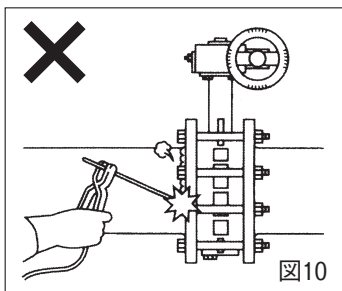

図10
- ⊘** R. バルブを取り付けてからのフランジ溶接は絶対に避けてください。ゴムシートが損傷します。(図10)